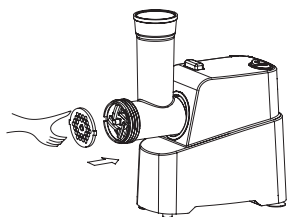

рис. 4
4. Поместите выбранный Вами диск в горловину с учетом совпадения пазов на диске и горловине (рис.4).